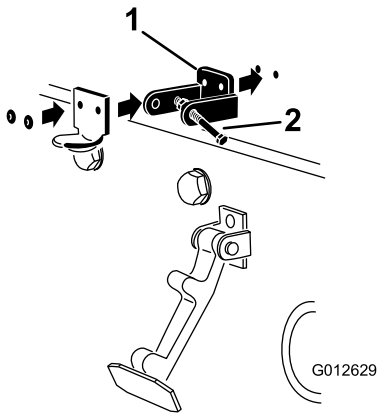

图 7
4. 对准安装孔的同时将 CE 锁定支架和机罩门锁支架放到机罩上图 7。
6. 用铆钉将支架和垫圈铆定到机罩 (图 7)。